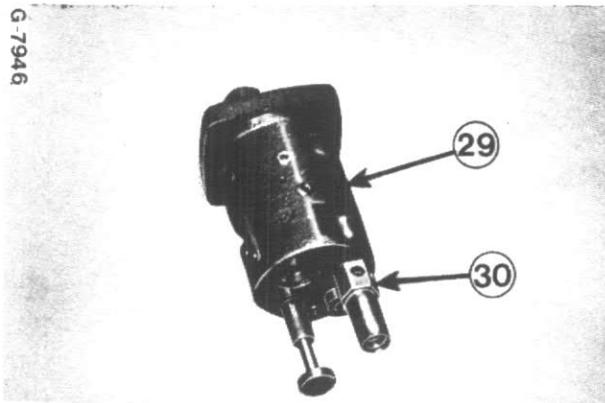

Fig. 10
1. Enlevez le distributeur de contrôle de traction (29, Fig. 10).